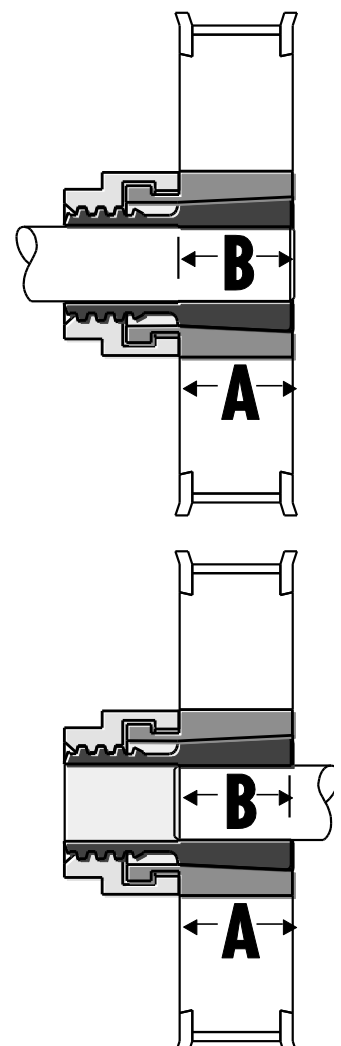

Abb. 1
- 8.1 Trantorque Mini in die Bohrung des Anbauteils einsetzen. Die Spannfläche (A) des Trantorque Mini muss hierbei vollständig umschlossen werden, um das angegebene Drehmoment bzw. die angegebene Axialkraft zu übertragen (siehe Abb. 1).
- 8.2 Das Trantorque Mini mit dem Anbauteil auf die Welle setzen und an der gewünschten Position platzieren. Dabei sicherstellen, dass die Welle vollständig von der Wellenspannfläche (B) des Trantorque Mini umschlossen ist (siehe Abb.1).